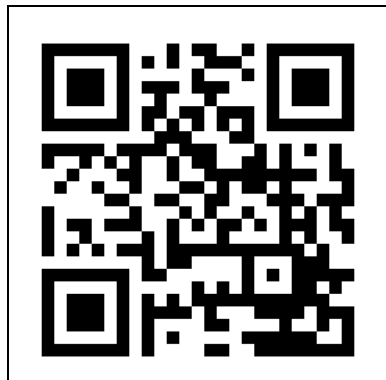

Abbildung 12
1. Öffnen Sie das Eurom Smart App-Handbuch mit dem QR-Code (Abbildung 12) oder gehen Sie zu [www.eurom.nl/nl/manuals](http://www.eurom.nl/nl/manuals).